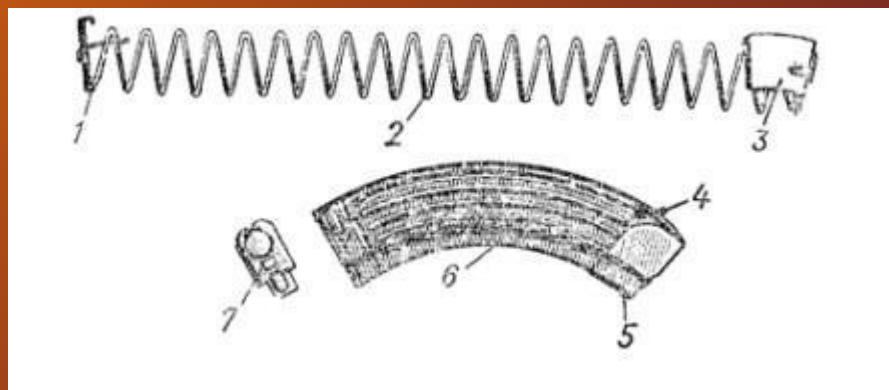

Рис. 37. Магазин
22. **Магазин** (рис. 37) служит для помещения патронов и подачи их в ствольную коробку. Он состоит из корпуса, крышки, стопорной планки, пружины и подавателя. Корпус магазина соединяет все части магазина; его боковые стенки имеют загибы для удержания патронов от выпадания и выступы, ограничивающие подъем подавателя; на передней стенке имеется зацеп, а на задней — опорный выступ, посредством которых магазин присоединяется к ствольной коробке. На задней стенке корпуса внизу имеется контрольное отверстие для определения полноты снаряжения магазина патронами. Стенки корпуса для прочности сделаны ребристыми. Снизу корпус закрывается крышкой. В крышке имеется отверстие для выступа стопорной планки. Внутри корпуса помещаются подаватель и пружина со стопорной планкой. Подаватель удерживается на верхнем конце пружины с помощью внутреннего загиба на правой стенке подавателя; подаватель имеет выступ, обеспечивающий шахматное расположение патронов в магазине. Стопорная планка закреплена не отъемно на нижнем конце пружины и своим выступом удерживает крышку магазина от перемещения. Некоторые автоматы имеют пластмассовые магазины, по устройству они не отличаются от металлических.